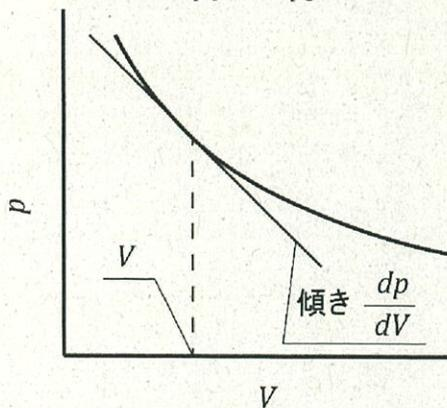

図1 $p-V$ 線図
- ある物質が圧力 p の下で体積 V であったとする。圧力 p を変化させたときの体積 V を調べ、図1の $p-V$ 線図を得た。体積 V のときの曲線の傾きが dp/dV であったとき、体積弾性係数 K はどのように表せられるか答えよ。